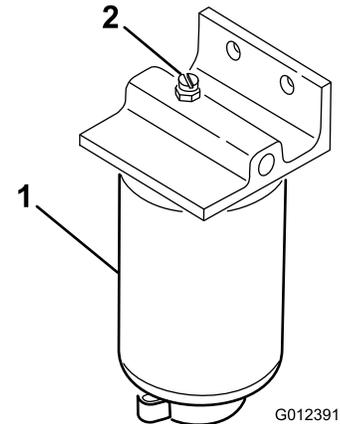

Figura 16
3. Abra o tampão de ventilação do filtro de combustível/separador de água (Figura 16).